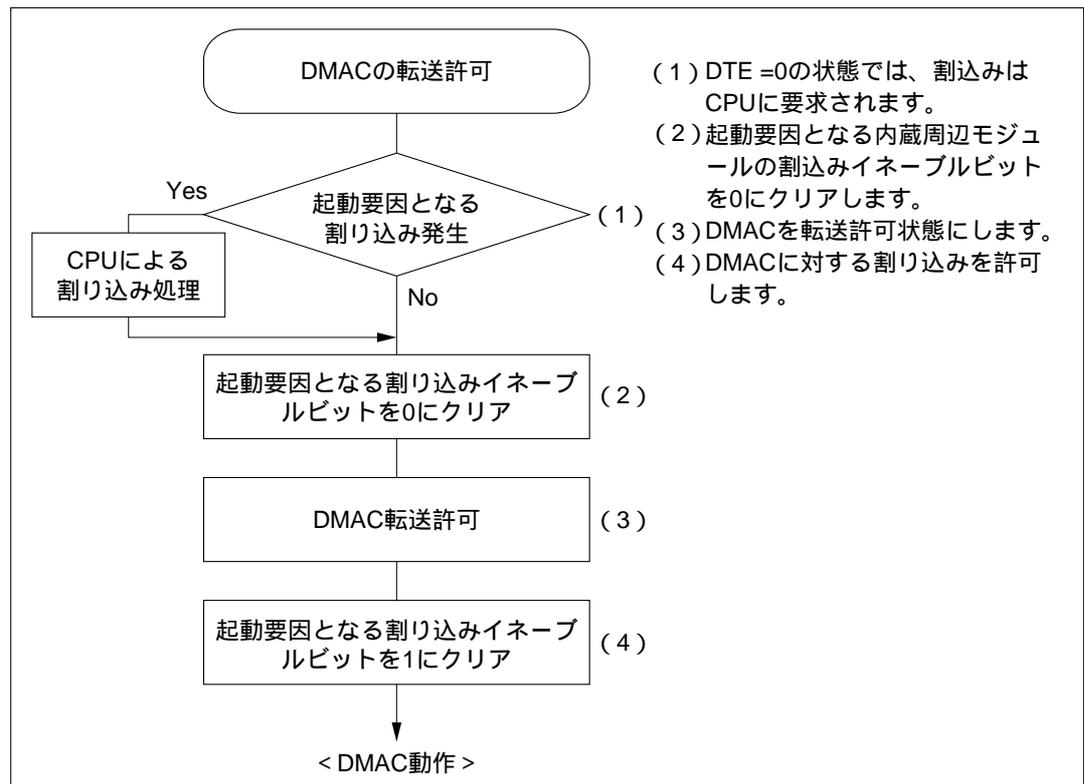

図 7.26 内蔵周辺モジュールが動作中に DMAC を転送許可状態にする場合の手順例
(1) 内部割り込みで DMAC を起動する場合、起動要因を選択してから DMAC を転送許可状態にするまでの期間に選択した起動要因が発生しないようにしてください。すなわち、DMAC を転送許可状態にした後、起動要因となる内蔵周辺モジュールを動作させてください。内蔵周辺モジュールの動作中に DMAC を許可状態にする場合、図 7.26 の手順で行ってください。
なお、DTE=1 なおかつ DTME=0 の状態では、DMAC は停止状態であり、また CPU にも起動要因となる割り込みは要求されません。例えば、NMI 割り込みにより、DMAC を停止状態にした場合は、起動要因となる割り込みは CPU には要求はされません。このとき、DMAC 動作を打ち切る場合には、DTE ビットを 0 にクリアし、CPU に割り込みを要求させてください。DMAC 動作を継続する場合には、DTME ビットを 1 にセットする前後で、図 7.26 の (2)、(4) の操作を行ってください。
- (2) 16ビットタイマの割り込み要求で DMAC を起動する場合、割り込みによって起動される DMA 転送が終了するまで、次の割り込みが発生しないようにしてください。1つの16ビットタイマの割り込み要求で複数チャンネルを起動する場合には、起動されるすべてのDMA転送が終了するまで、次の割り込みが発生しないようにしてください。転送が終了するまでに次の割り込みが発生すると、その割り込みを選択しているチャンネルが以降の起動要求を受け入れなくなる場合があります。